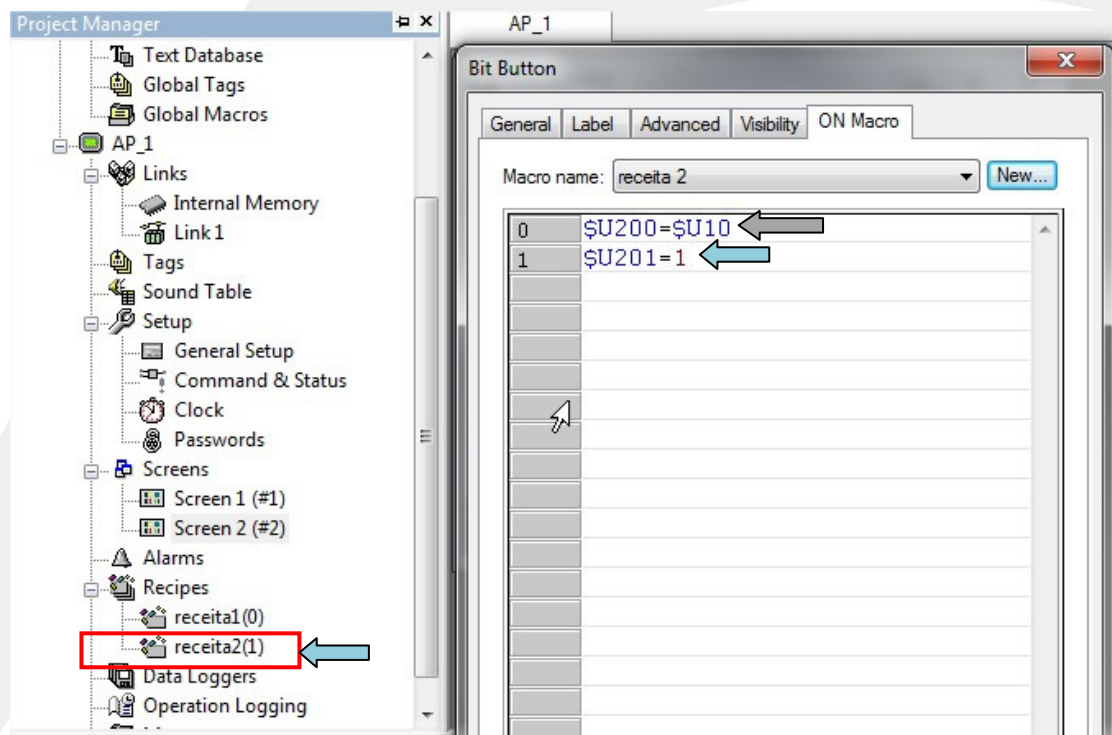

Figura 10
- Definimos “\$U201 = 0” (armazena na memória interna U201, o valor “1”, indica que queremos enviar a tabela de receita2 (1)
- Definimos “\$U200=\$U11” (armazena na memória interna U200, o valor contido na memória interna U10, onde U10 é a entrada numérica do selecionador de receita. Conforme figura 10 abaixo.